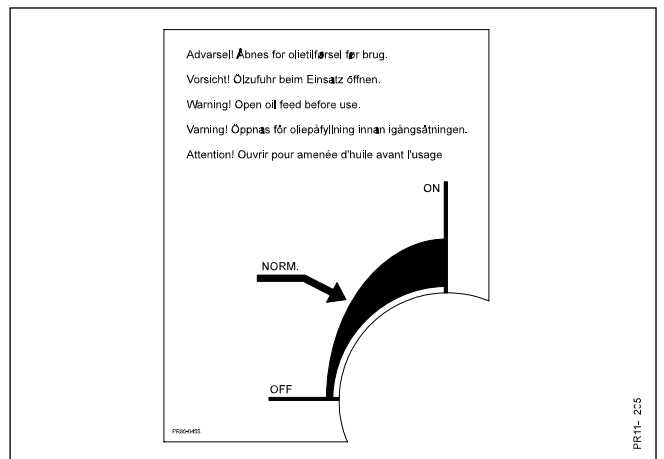

Fig. 5-20
- Fig. 5-20** Drypintervallet skal være 2-3 dryp/min. Dette modsvarer et forbrug på ca. 0,2 liter olie på en arbejdsdag (10 timer). Indstil drypintervallet ved at stille hanen til ca. halvt åbent. Vær opmærksom på, at olietemperaturen m.m. kan nødvendiggøre korrektion af indstillingen.